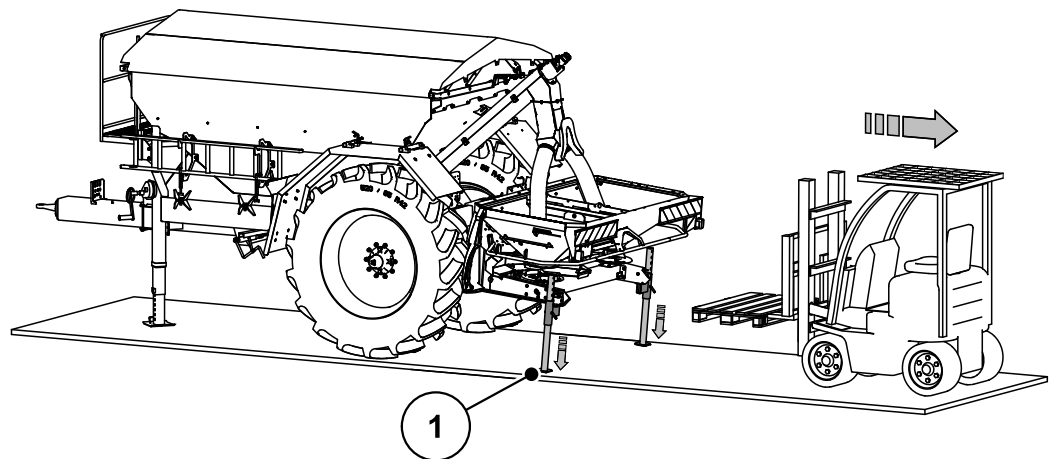

Bild 6.11: Köra bort gaffeltrucken
8. Fäll ner stödfötterna (tillval) (bild 6.11 position [1]) på marken och säkra dem.